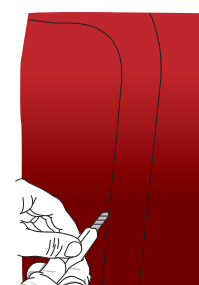

Figure 08
- Avec le cutter, faire la coupe d'un des cotés de la partie concave. (FIG. 08) (Faire attention au support sous le vinyle pendant la découpe)